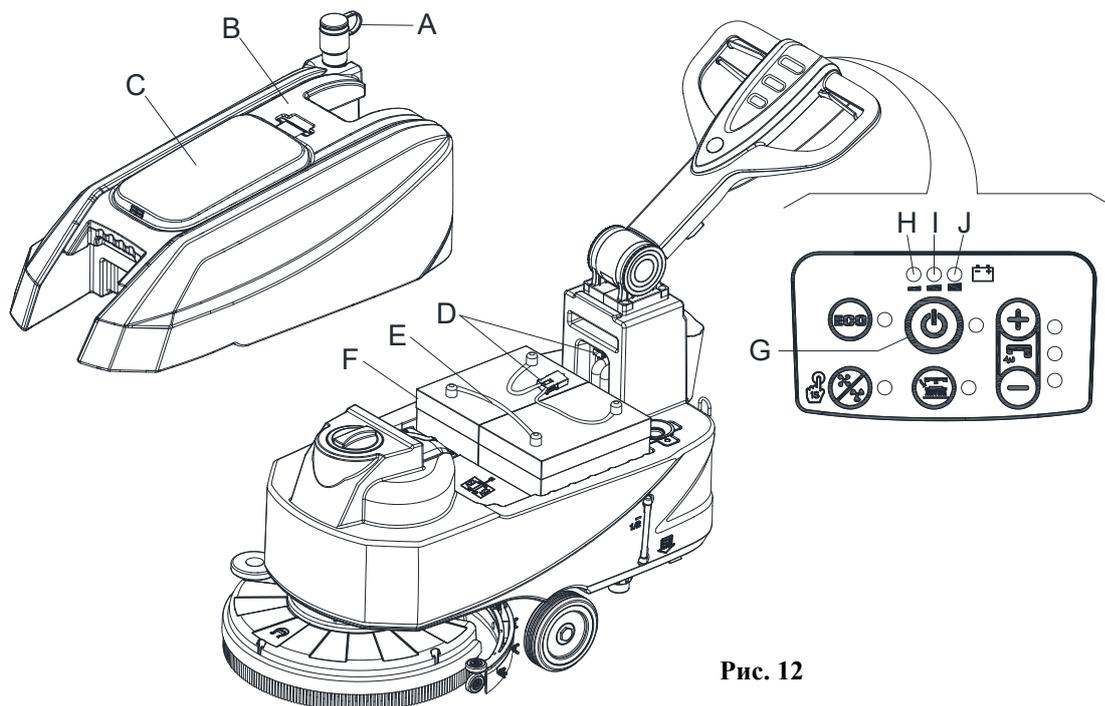

Рис. 12
1. Откройте крышку (С, Рис. 12) и убедитесь, что бак грязной воды (В) пуст; в противном случае слейте из него воду при помощи сливного шланга (А).
2. Осторожно переместите узел бака грязной воды (В, Рис. 12).
3. Подсоедините разъем батареи (D, Рис. 12).
4. Осторожно верните на место узел бака грязной воды (В, Рис. 12).
6. Нажмите на пусковой переключатель (G, Рис. 12).
- Проверьте уровень электролита внутри батарей (F); при необходимости пополните его через колпачки.
- При необходимости очистите верхнюю поверхность батарей (F).
Зарядите батареи, если загорелся желтый (I, Рис. 12) или красный предупредительный световой сигнал (H), или после завершения уборки.